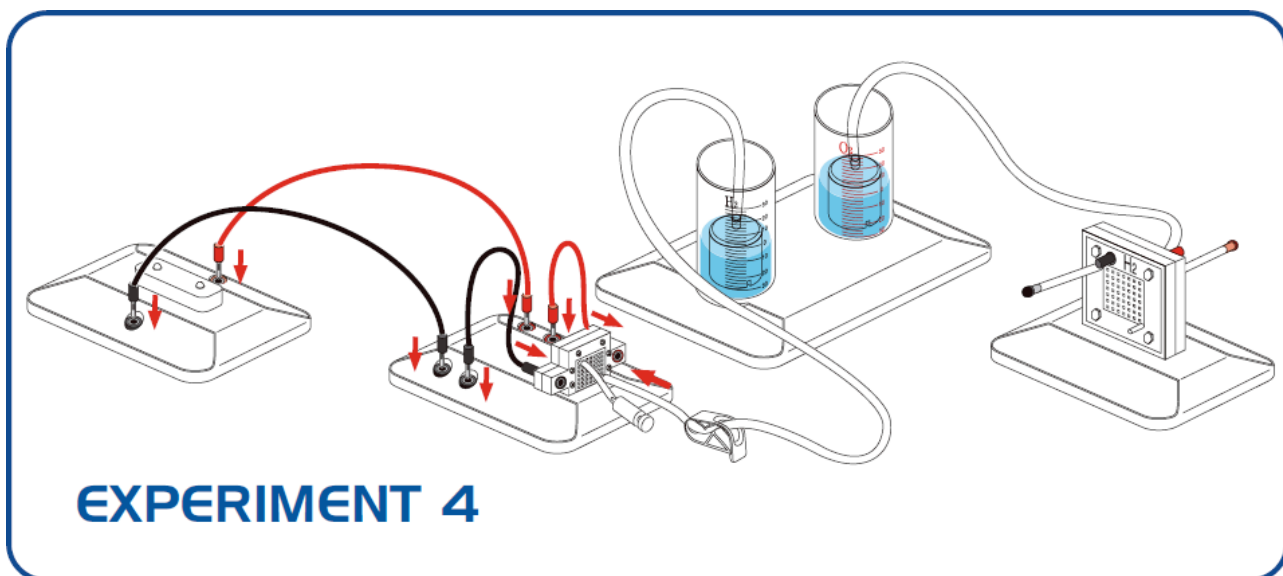

図 3. 水素を用いた燃料電池による発電
③ 燃料電池用端子台と LED 装置を赤と黒のケーブルで，図 3 に示したように接続する．この時，赤のケーブルは赤の端子に，黒のケーブルは黒の端子にそれぞれ接続する．そして，クリンチャーを開放にして燃料電池に水素を送る．貯蔵タンクの水素が消費され，LED 装置が光り始めること（発電）を確認する．点灯しない場合は，緑のパージバルブを素早く押し戻す．